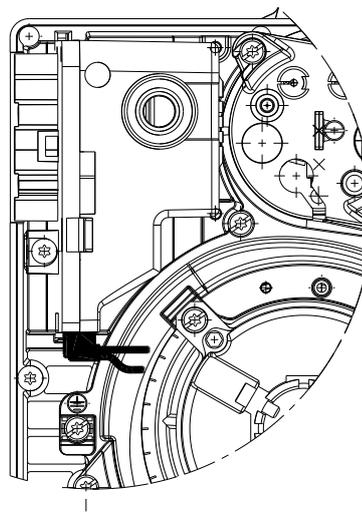

Fig. 24
- Verificare il corretto inserimento dei connettori dei collegamenti seguendo la simbologia riportata sul fondo del controllo fiamma: assicurarsi che i connettori siano completamente inseriti spingendoli fino in fondo, ognuno nella propria posizione di appartenenza. Tutti i connettori devono risultare con i cavi di collegamento rivolti verso l'interno del bruciatore (Vedi Fig. 24).